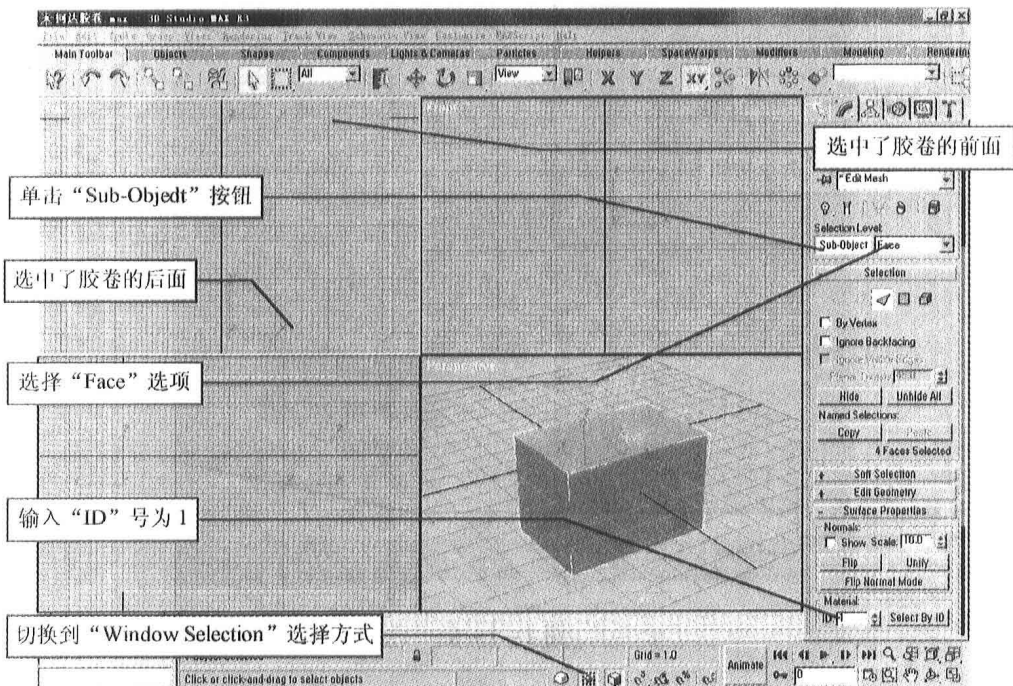

图 1-1-8
(4) 在“Modifier Stack”(修改堆栈)卷展栏中单击“Sub-Object”(子物体)按钮,如图1-1-8,在其右边的下拉式列表框中选择“Face”(面)选项,这样就可以对物体的面进行修改。
(5) 在提示栏中单击“选择方式”按钮,使其切换到“Window Selection”(窗口选择)方式,如图1-1-8。在“Top”(顶)视图区中拖动鼠标,使胶卷的前面均在矩形选择区域中,这样就选中了胶卷的前面。按住“Ctrl”键,再拖动鼠标,使胶卷的后面均在矩形选择区域中,这样在选中了胶卷的前面的同时又选中了胶卷的后面。
(6) 打开“Modifiers”(修改命令)面板中的“Surface Properties”(网格属性)卷展栏,在“ID”输入框中输入“ID”号为1,如图1-1-8,并按“Enter”键。这样就将识别码1赋予了所选的前后两个面。